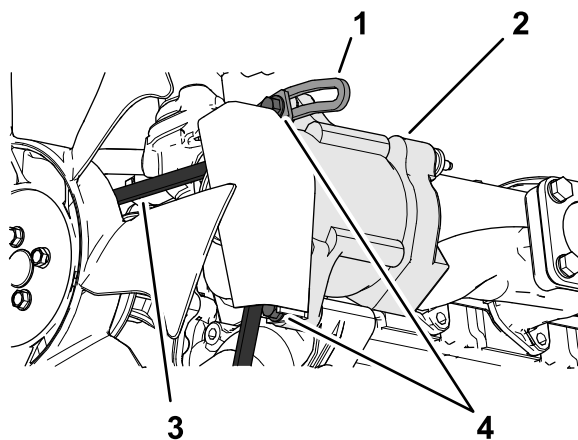

图 93
3. 松开交流发电机枢轴点上的皮带松开将发电机固定到带槽支架上的螺栓图 93。